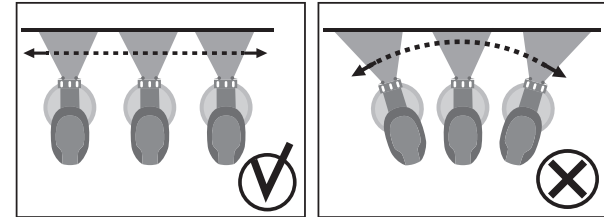

Рис. 5
**1.** Установите распылитель на расстоянии 25-30 см от окрашиваемой поверхности. Включите изделие, сначала нажав кнопку включения компрессора (3), затем курок выключателя (7).
**Примечание!** Расхода материала определяется регулятором (8). Равномерно ведите изделие вдоль окрашиваемой поверхности, держа распылитель перпендикулярно ей. В процессе работы не отклоняйте изделие от перпендикулярного положения (Рис. 5).
**2.** По окончании работы выключите изделие, отпустив курок (7) и выключив компрессор кнопкой (3). Отключите изделие от сети.